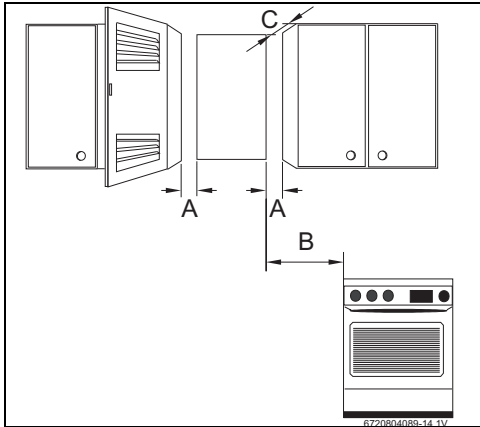

Fig. 12 Distancias mínimas
- ▶ Respetar las dimensiones mínimas que constan en la fig. 12.
- ▶ Asegurar el fácil acceso para trabajos de mantenimiento y asegurarse de cumplir con las distancias mínimas indicadas en la imagen 12.